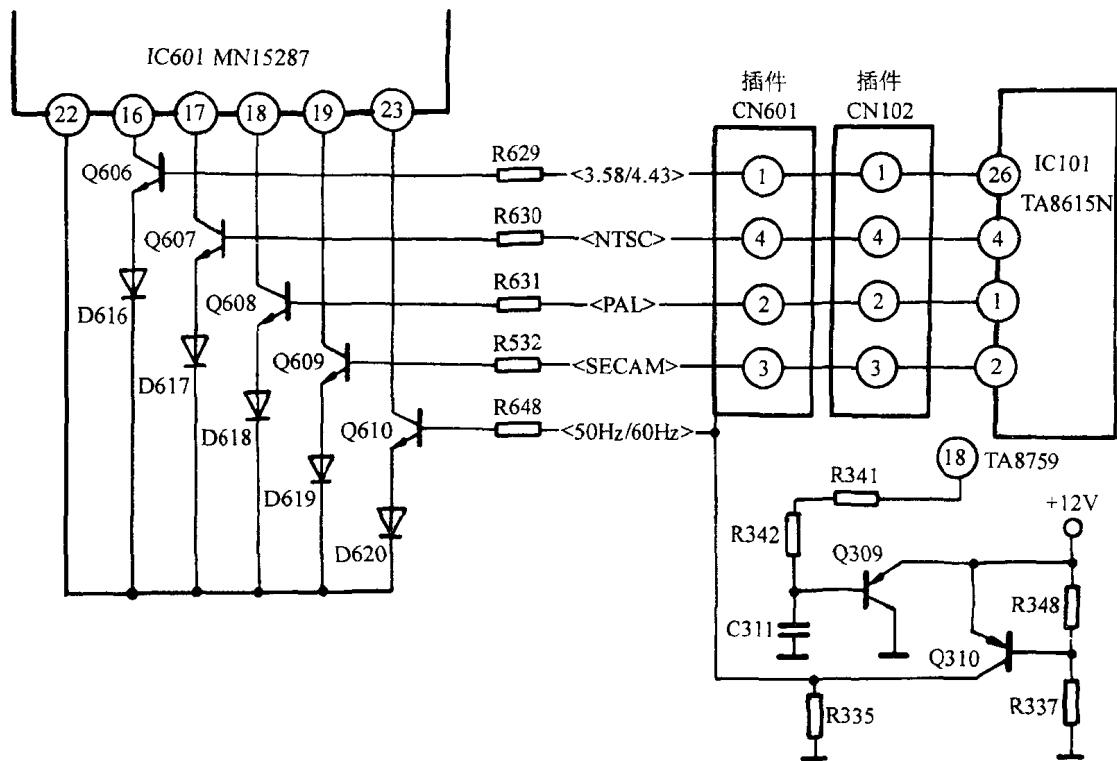

图 1-6 康佳“06”系列制式识别结果输入接口电路
对于 CPU 有多个制式识别结果输入接口电路的检查,首先要判明故障是否发生在制式识别结果输入接口电路,判别的方法是采用电压法、断开法和短路法进行检查。图 1-6 为康佳“06”系列制式识别结果输入接口电路,表 1-1 为制式识别电路输出的制式识别结果与电平的关系。测试结果若 TA8615N①、②、③、⑥脚电压状态与表 1-1 一致,而 CPU 的⑩~⑯、⑬脚电压不对,可判断制式识别结果输入接口电路有问题;反之,则故障不在制式识别结果输入接口电路。对这类接口电路的检查方法与前面“CPU 只引入 50/60 识别结果的机型的电视机故障检查”中的 50/60 识别结果输入接口电路的检查方法相同。